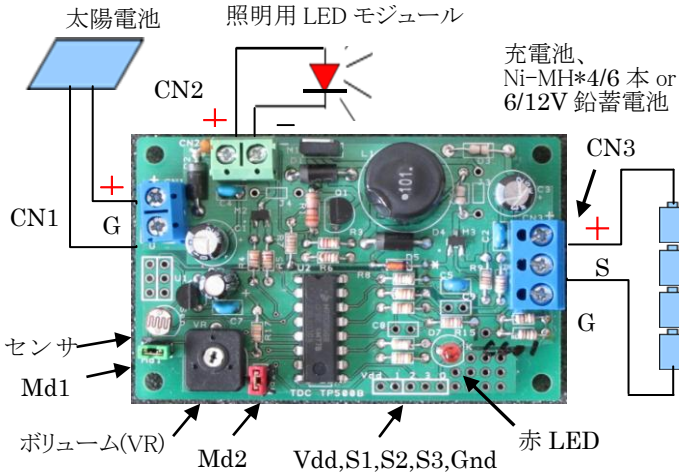

図 1 接続例
2.1 表 2 を参照して動作モードを設定した後、図1を参照して LED モジュール、充電電池、太陽電池の順で接続します。